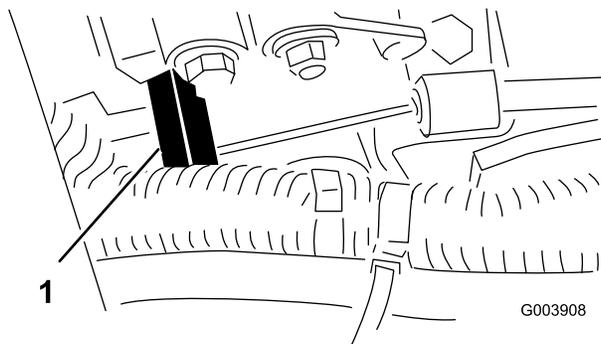

図 54
3. インジェクション・ポンプ・レバーのアーム (図 54) をハイアイドル・ストップに当てた状態でケーブル・コネクタを締める。